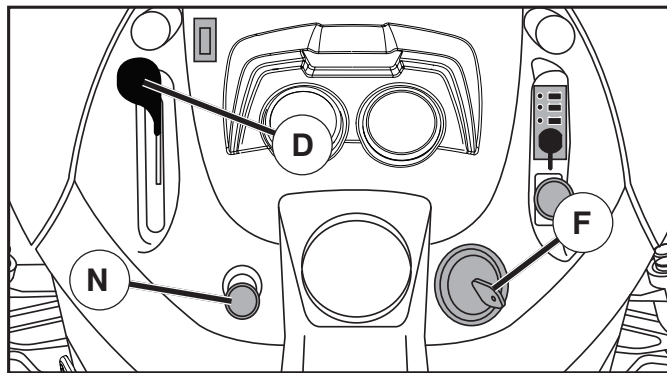

Fig. 6
- Mueva el control de aceleración (D) a la posición lenta.
- Gire la llave de ignición (F) a la posición de apagado "STOP" y remueva la llave al abandonar el tractor para evitar el uso no autorizado.
### PARA USAR EL CONTROL DE LA ACELERACIÓN (D) (Vea Fig. 6)
### PARA USAR EL CONTROL DE ESTRANGULACIÓN (N) (Vea Fig. 6)